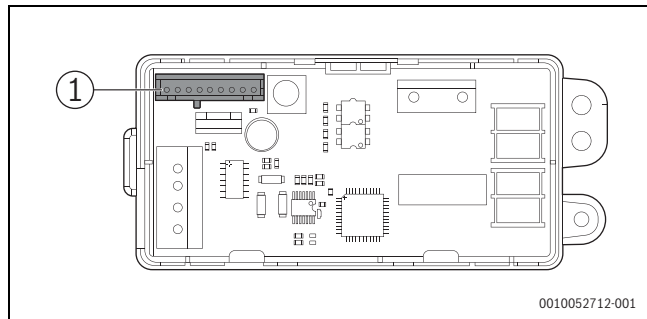

Fig. 1
1. Introduceți un capăt al cablului kitului de comunicare în terminalul CN1 extins corespunzător de pe placa adaptoare de comunicare (Fig. 1).